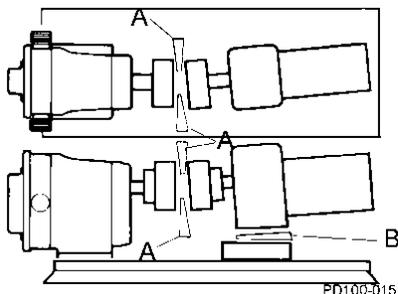

Abbildung 23 - Schrägausrichtung prüfen
1. Prüfen Sie mit einer Fühllehre oder einem Lehdorn (Abbildung 23, Pos. A und B) die Fluchtung an vier Punkten, jeweils um 90° versetzt um die Kupplung herum. **Stellen Sie sie an allen Punkten auf das gleiche Maß ein.**